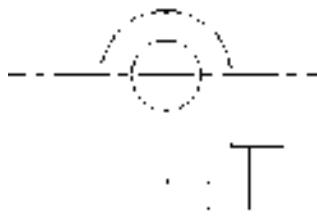

图 4-80 修剪处理
6) 修剪处理。单击“修改”工具栏中的“修剪”按钮 $\text{剪}$ ，修剪相关图线，结果如图 4-80 所示。